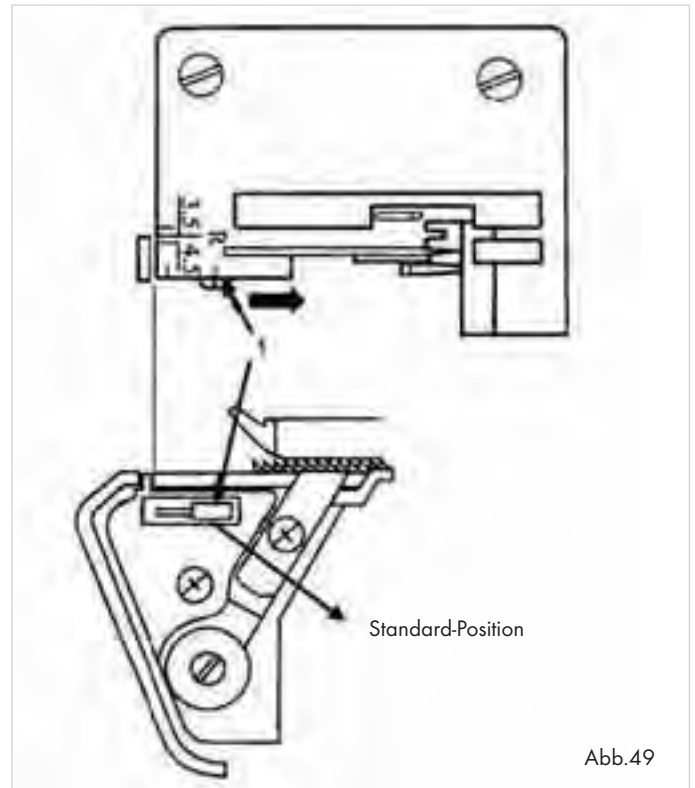

Abb.49
- Schieben Sie den Nahtbreitenschalter **23** auf „S“, damit der Nahtbreitenfinger vorgeschoben wird (1) (Abb. 49).